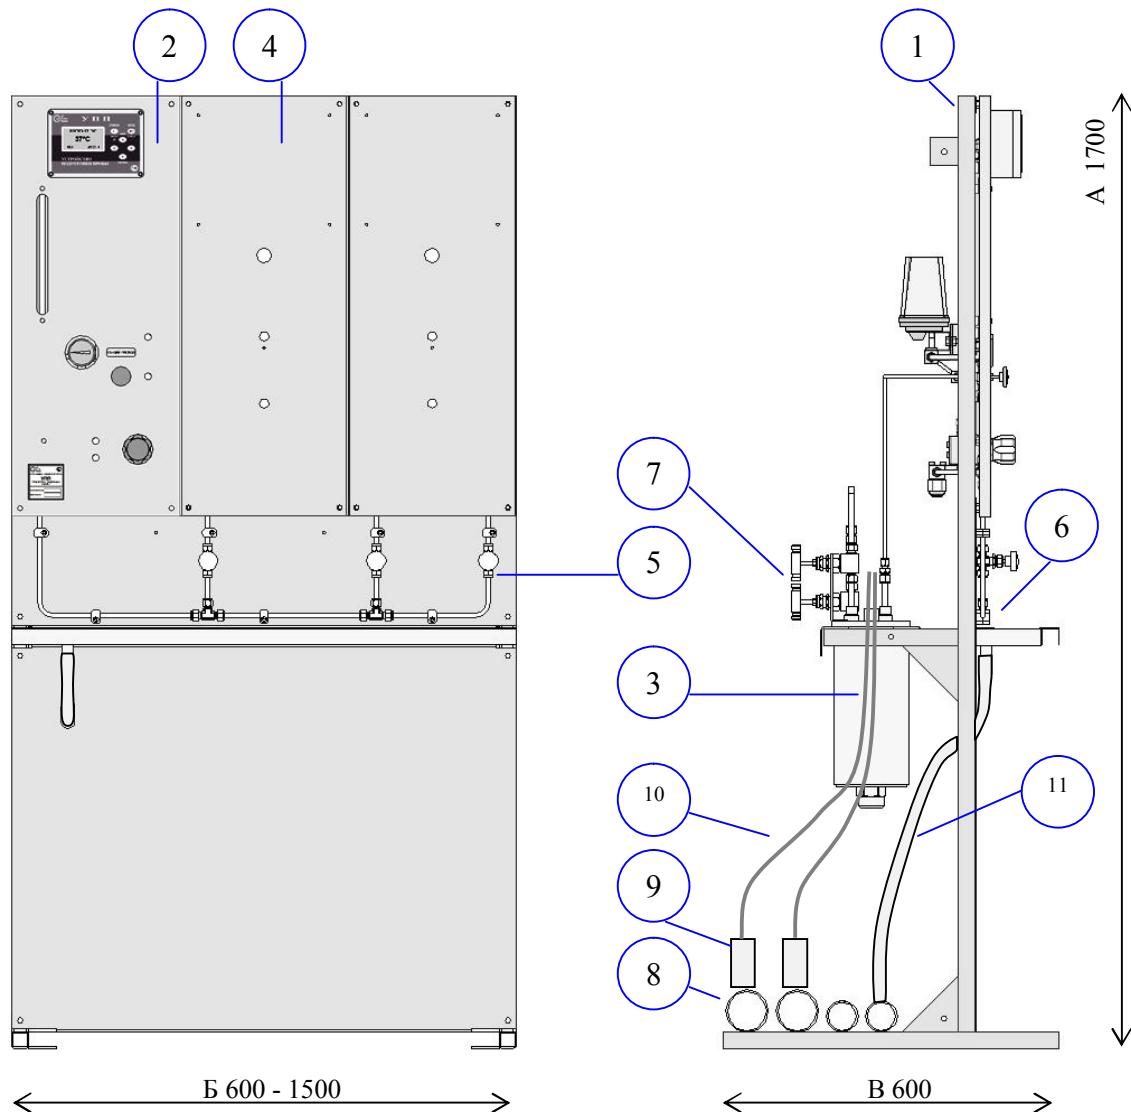

Рис.1. Внешний вид системы подготовки
- 4.1. Система подготовки пробы состоит из следующих основных элементов (Рис. 1):
- 7.1.5. Вентили распределительной системы закрыты (см. рис. 1).
- 7.4. Открыть запорные вентили 8 (см. рис. 1) на линии охлаждающей воды и теплообменника системы.
- 7.10. В процессе эксплуатации регулировка общего расхода осуществляется редуцирующим вентилем 1 (см. рис. 2), стабилизация давления регулятором давления 5, расход для анализаторов регулируется вентилями панелей анализаторов 5 (см. рис. 1).